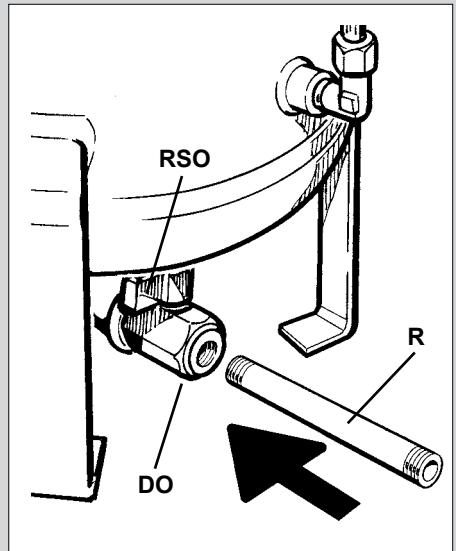

Fig. 50
- Подсоедините патрубок **R** (входит в комплект поставки), отходящий от бака сбора конденсата, к патрубку **DO**, предварительно сняв с последнего заглушку (рис. 50)
- Приоткройте немного сливной клапан **RSO** (рис. 50)